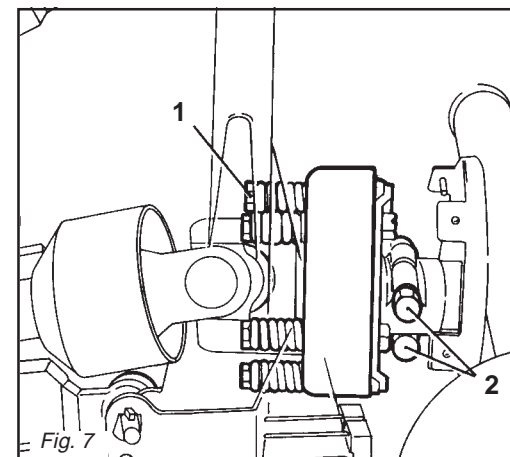

Fig. 7
La frizione è già pre-regolata per uno sforzo medio. Se slitta troppo facilmente (surriscaldandosi) è necessario avvitare uniformemente tutti i dadi (1 Fig. 7) che stringono le molle.
*The clutch is already pre-adjusted for average stress. If it slips too easily (and overheats), it will be necessary to evenly tighten all the nuts (1 Fig. 7) that retain the springs.*
Die Gelenkwelle kann mit einer Sicherheitskupplung ausgerüstet werden, um die Getriebeteile des Gerätes vor Überlastungen und/oder Beanspruchungen zu schützen. Die Gelenkwelle darf keine Neigung über 10 Grad aufweisen (Abb. 3). Die Kupplung ist auf eine mittlere Beanspruchung voreingestellt. Wenn die Kupplung zu schnell schlupft (Überhitzung), muß man alle Muttern (1 Abb. 7), die die Federn spannen, noch weiter anziehen.
*L'arbre à cardans peut être équipé d'embrayage de sécurité pour protéger les organes de transmission de la machine en cas d'efforts ou de surcharges excessives. L'inclinaison du cardan de doit pas dépasser 10 degrés (Fig. 3). L'embrayage est déjà réglé pour un effort moyen. Lorsqu'il patine facilement (en se surchauffant) il faut visser de manière uniforme tous les écrous (1 Fig. 7) de serrage des ressorts. Si le moyeu de l'ar-*
El árbol cardánico puede tener embrague de seguridad para proteger los órganos de transmisión de la máquina de esfuerzos y/o sobrecargas excesivas. El cardán no debe superar la inclinación de 10 grados (Fig. 3). El embrague está ya pre-regulado para un esfuerzo medio. Si patina muy fácilmente (recalentándose) es necesario ajustar uniformemente todas las tuercas (1 Fig. 7) que apretan en el resorte.
Qualora l'albero cardanico fornito abbia il mozzo con bloccaggio a bulloni (2 Fig. 7), assicurarsi che questi siano serrati con forza.
Se la frizione non slitta, svitare uniformemente tutti i dadi (1 Fig. 7) che fissano le molle. Svitare un giro alla volta e verificare la frizione dopo circa 300 metri di lavoro. Se necessario ripetere l'operazione, sempre svitando un giro alla volta. Se la frizione mantiene durante il lavoro una temperatura di circa 40-50 gradi circa significa che è regolata in modo corretto. **Non serrare mai a fondo i dadi, poiché in tal modo si elimina la funzione delle molle e dunque della frizione a danno degli organi di trasmissione.**
If the supplied cardan shaft has a bolt-locked hub (2 Fig. 7), check that these bolts are fully tightened.
If the clutch does not slip, evenly unscrew all the spring fixing nuts (1 Fig. 7). Unscrew one turn at a time and check the clutch after having worked about 300 meters. Repeat the operation if necessary, remembering to unscrew one turn at a time.
Sollte die mit dem Gerät gelieferte Gelenkwelle eine mit Schraubbolzen blockierte Nabe (2 Abb. 7) haben, sicherstellen, daß diese angezogen sind.
Wenn die Kupplung nicht schlupft, alle Muttern (1 Abb. 7), die die Federn spannen, gleichmäßig lockern. Alle Muttern um eine Umdrehung losschrauben und die Kupplung nach 300 Metern Fahrstrecke prüfen. Den Vorgang falls erforderlich wiederholen, jeweils eine Umdrehung pro Versuch. Wenn die Kupplung während der Arbeit eine Temperatur von circa 40-50°C beibehält, ist sie richtig eingestellt.
bre à cardans dispose d'un blocage par boulons (2 Fig. 7), assurez-vous que ces derniers sont bien serrés.
Si l'embrayage ne patine pas, dévissez de manière uniforme tous les écrous (1 Fig. 7) de fixation des ressorts. Dévissez d'un tour à la fois et vérifiez l'embrayage après environ 300 mètres de travail. Si nécessaire, répétez l'opération en dévissant toujours d'un tour à la fois. Quand l'embrayage maintient une température d'environ 40-50 degrés pendant le travail, cela signifie qu'il est réglé correctement. **Ne serrez jamais à fond les écrous car cela annule la fonction des ressorts et donc de l'embrayage au détrimement des organes de transmission.**
Si el árbol cardánico tiene el cubo con bloqueo de bulones (2 Fig. 7), controlar que estos últimos estén bien ajustados.
Si el embrague no patina, aflojar uniformemente todas las tuercas (1 Fig. 7) que fijan el resorte. Aflojar una vuelta a la vez y controlar el embrague luego de 300 metros de trabajo. Si es necesario repetir la operación siempre aflojando un giro a la vez. Si el embrague mantiene durante el trabajo una temperatura de 40-50 grados significa que está regulado en modo correcto.